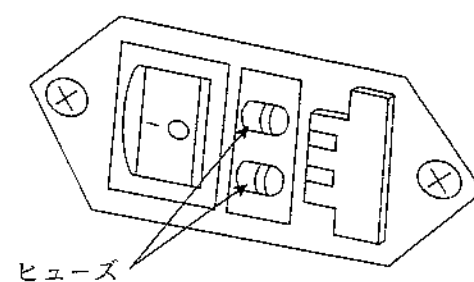

図 11.5.2 ヒューズホルダの内部
- (4) 図 11.5.2 のように、ヒューズホルダを手前に引き出してください。